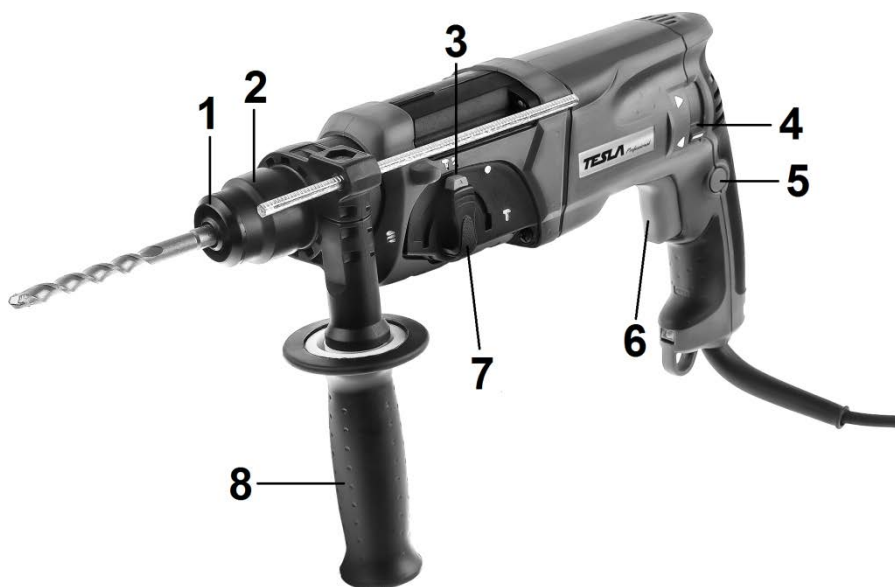

Рис.1
Перед установкой патрона переведите переключатель (7, рис.1) в положение блокировки вала ▼ (см. Рис.5)
Для замены пыльника (1, рис.1) необходимо отвести назад корпус патрона (2, рис.1) и снять пыльник, после чего установить новый.
ВНИМАНИЕ! Все настройки инструмента необходимо производить при выключенном двигателе! Запрещается изменять положение переключателей (4, рис.1), (7, рис.1) во время работы инструмента.
- Переключатель (7, рис.1) служит для изменения режима работы инструмента. С его помощью вы можете выбрать один из трех режимов работы. Для того чтобы изменить положение переключателя (7, рис.1) нажмите кнопку фиксатора (3, рис.1) и выберите требуемый режим работы.